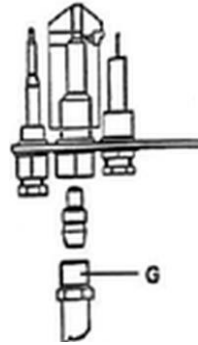

Abb. 7
1. Schrauben Sie die Verschlusschraube (G) ab.
5. Prüfen Sie den richtigen Abstand "X" für die Primärluft (Abb. 7 und Tabelle 2).